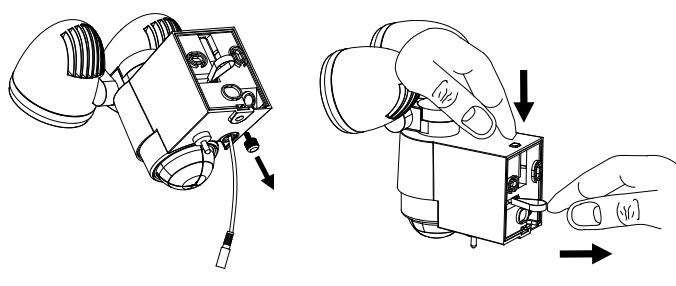

Bild 1 Bild 2
- Lossa de båda skruvarna (Bild 1) i väggfästet
OBS: När man byter batteri måste omkopplaren på lampenhet stå på OFF och solcellsmodulens kontakt tas bort från huvudenheten. För det första, för att byta batteri öppnar man huvudenhetens hölje enligt vad som beskrivs i avsnittet "Huvudenhet" i bild 1 och 2. Ta bort batteriet från hållaren och byt ut det mot ett nytt. Om möjligt laddar man upp batteriet innan med en vanlig batteriladdare för 1,2 V AA Ni-MH batterier. Om uppladdning med en batteriladdare inte är möjlig, skall man följa avsnittet "FÖRSTA UPPLADDNINGEN AV SOLCELLSLAMPAN".